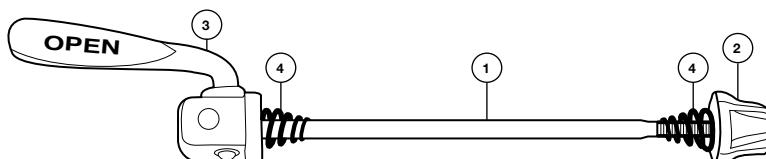

Abb. 14. Laufradachse mit Schnellspanner. ① Achse ② Kontermutter ③ Hebel ④ konische Feder
2. Achten Sie darauf, dass sich auf jeder Seite der Nabe eine konische Feder befindet und dass der kleinere Durchmesser der Feder nach innen zur Laufradmitte zeigt, siehe Abb. 14.